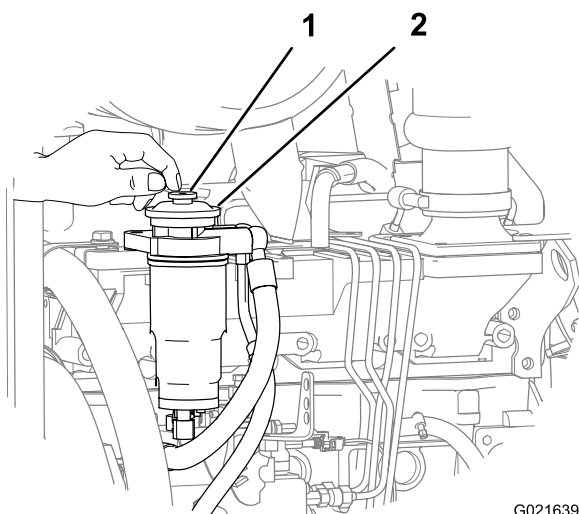

Рисунок 54
4. Найдите кнопку прокачки в верхней части переходника топливного фильтра тонкой очистки (Рисунок 54).
5. Нажимайте и отпускайте кнопку прокачки повторно, пока не почувствуете сопротивление при ее нажатии (Рисунок 54).